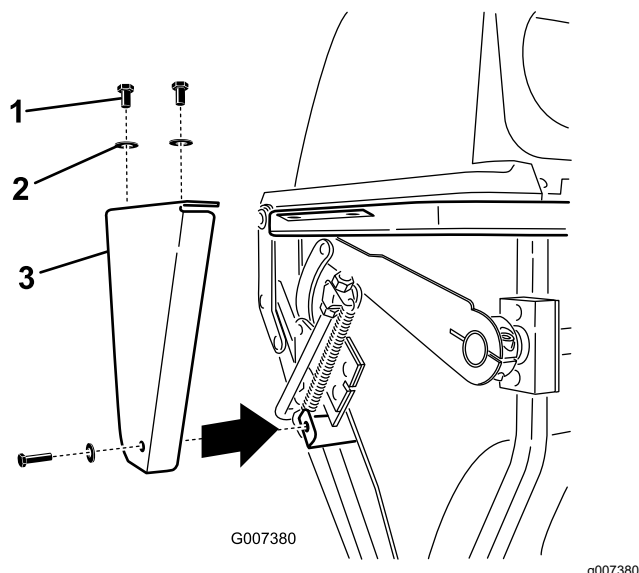

Figura 50
3. Déposez la plaque latérale de chaque côté du système de ramassage (Figura 50).